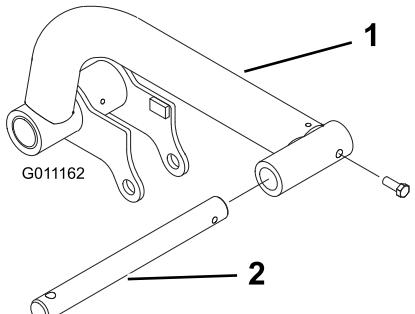

Figura 11
2. Inserte una barra de giro en cada brazo de elevación y alinee los taladros de montaje (Figura 11).